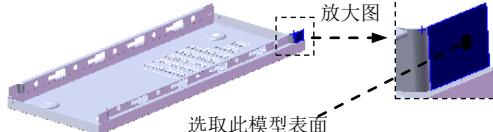

图 17.9.81 定义孔的放置面
- (1) 选择下拉菜单 **插入(I)** → **特征(E)** → **孔(H)** → **简单直孔(S)…** 命令。
- (2) 定义孔的放置面。选取图 17.9.81 所示的模型表面为孔的放置面。
- (3) 定义孔的参数。在**方向1**区域的下拉列表中选择**完全贯穿**选项，在**文本框**中输入数值 6.0。